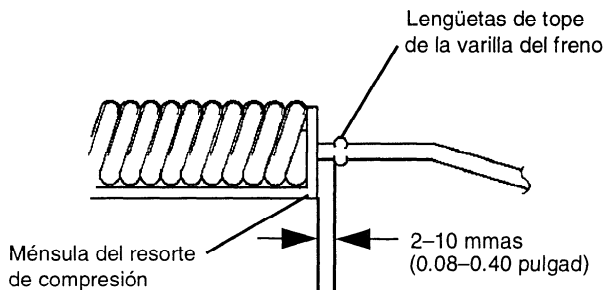

FIGURA 41
- Mida la distancia desde el lado interior de las lengüetas de tope de la varilla del freno hasta el exterior de la ménsula del resorte de compresión (localizada debajo del área de la pisada del pie en el lado izquierdo de la transmisión). (vea la Figura 41) La distancia deberá ser de **85 mm (3.35 pulgadas)**.